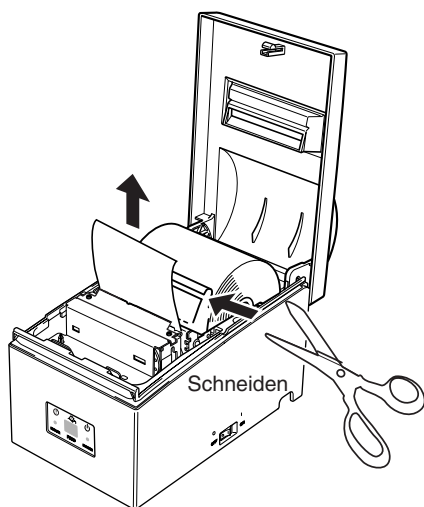

Abb. 5-16 Schneiden des Papiers
④ Schneiden Sie das Papier vor dem Papiereinzug wie in Abbildung 5-16 gezeigt.